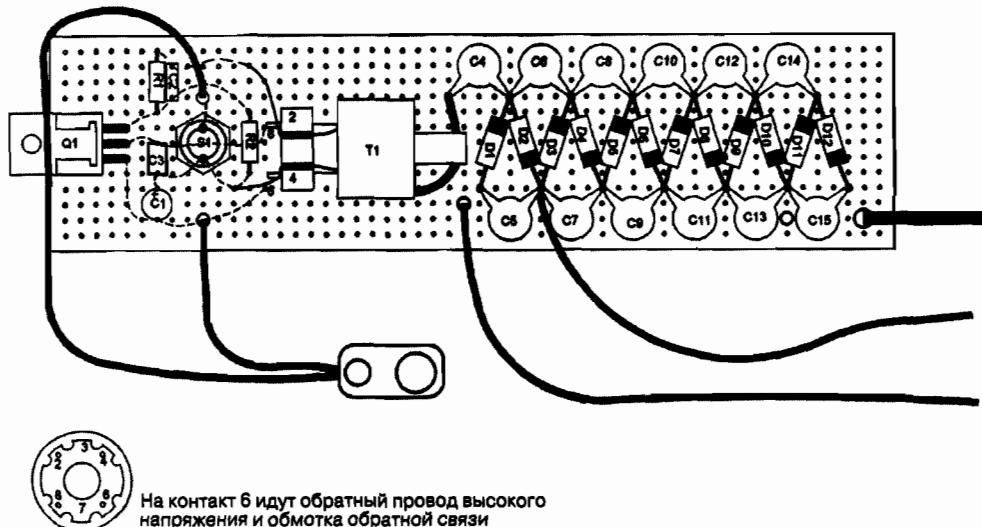

Рис. 23.3. Сборка низковольтной и высоковольтной частей платы
2. Подготовьте макетную плату с перфорацией отверстий, как показано на рис. 23.3. Увеличьте следующие отверстия:
3. Соберите компоненты, не отклоняясь от порядка установки на плате (см. рис. 23.3). Проведите установку выводов компонентов в отверстия платы, как показано. Начните и продолжайте слева направо, сначала установку и пайку низковольтной, а затем высоковольтной частей источника напряжения.